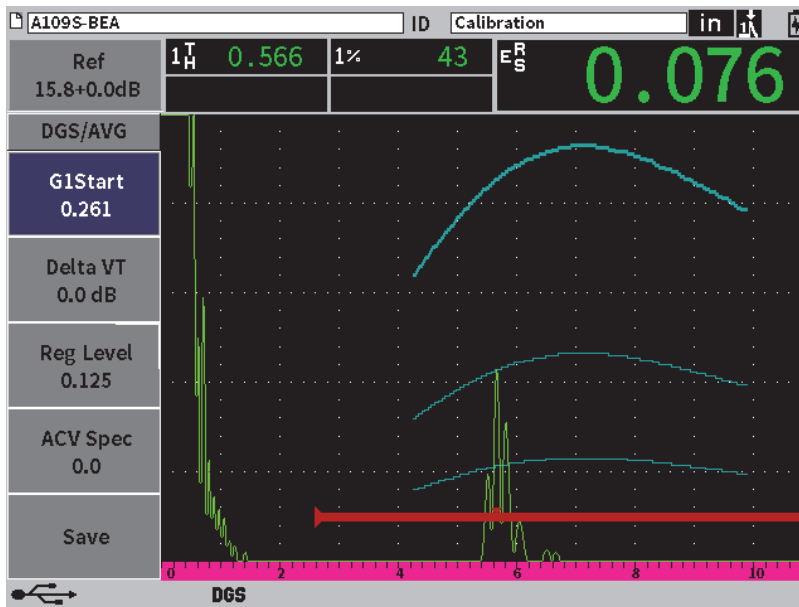

Figura 11-21 Curvas DGS/AVG
Depois de capturar o refletor de referência, o EPOCH 6LT calcula automaticamente a(s) curva(s) DGS/AVG e exibe- a(s) no nível de amplitude de registro correto na tela (veja Figura 11-21 na página 202).
1. No submenu DGS/AVG, pressione a tecla Tab para selecionar **Delta VT** (veja Figura 11-21 na página 202).